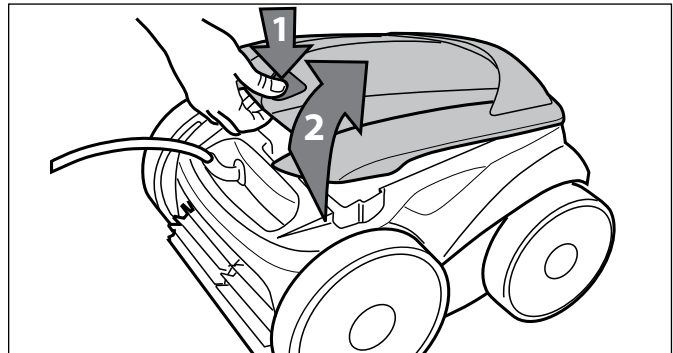

Figura 24. Levante la tapa del limpiador
5. Empuje el cierre de la tapa (1) y levante la tapa (2) hasta que quede fija en posición vertical. (Figura 24).